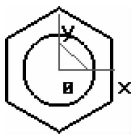

图 3-134 绘制螺母基本拉伸体的草图
(1)在树管理器中拾取“平面 XY”,单击 按钮,进入草图绘制状态。单击 按钮,在立即菜单中选择“中心”方式,输入边数“6”,输入“外切”,根据状态栏提示拾取坐标原点,按回车键,输入长度“12”,生成正六边形。单击 按钮,在立即菜单中选择“圆心_半径”方式,根据状态栏提示拾取坐标原点作为圆心,按回车键,输入半径“8”,右击确认,完成操作,作图结果如图 3-134 所示。